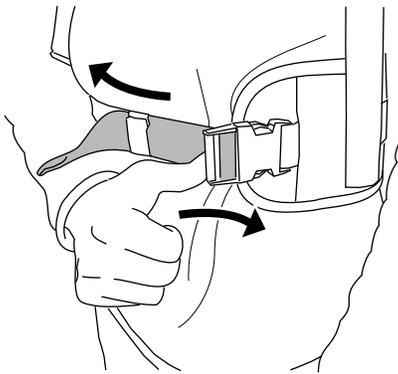

Bild 14
7. Wenn der Hüftgurt zu eng sitzt, drücken Sie seitlich auf den Versteller, um die Gurte zu verlängern (Bild 14).